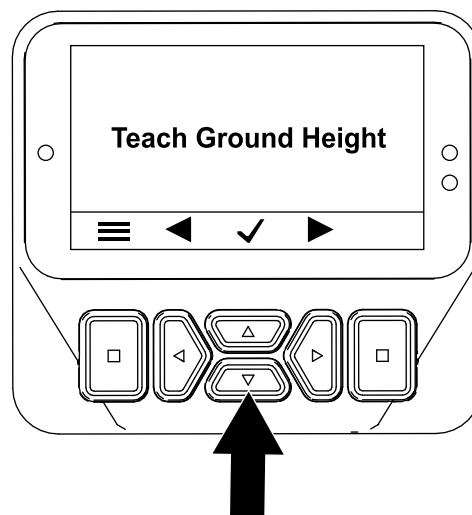

Bild 62
4. Drücken Sie auf dem Bildschirm „Bodenhöhe einlernen“ (Bild 62) eine der mittleren Tasten.